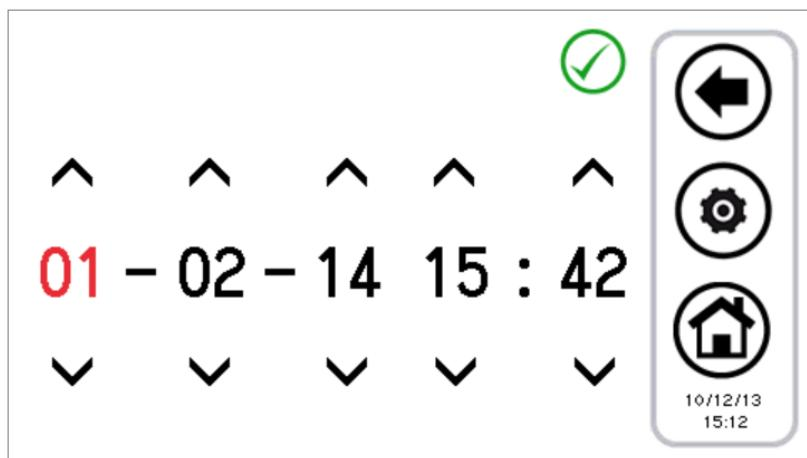

Figura 22. Página de definição da data e hora.
- definir a data e hora, pressionando sobre “Relógio” (aparece o ecrã apresentado na Figura 22);